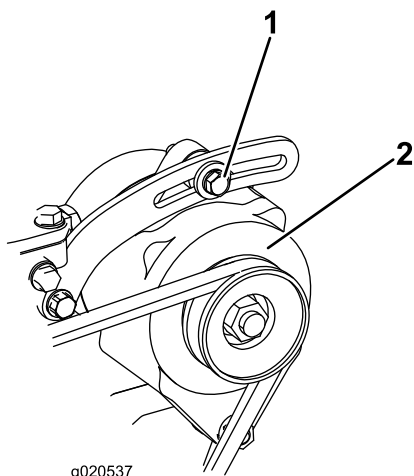

Figura 75
2. Se a deslocação obtida não for igual a 10 mm, deve desapertar os parafusos de montagem do alternador (Figura 75). Aumente ou diminua a tensão da correia do alternador e aperte os parafusos. Verifique uma vez mais a deslocação da correia para se certificar de que a tensão está correta.